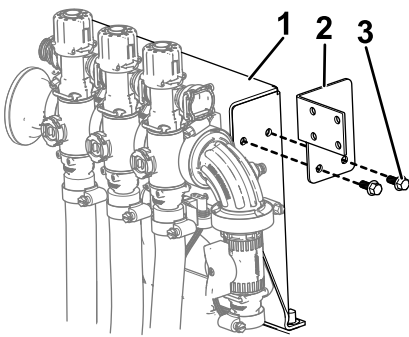

Figura 17
1. Instalai consola supapei de control pe cadrul de montare al vanei cu ajutorul celor 2 uruburi cu guler (1/4 x 5/8"), aa cum se arată în Figura 17.